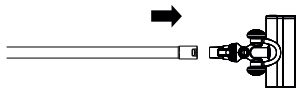

Рис. 3
- Вставьте трубку-удлиннитель в отверстие турбощеточки. Если Вы услышали щелчок, турбощеточка установлена корректно (рис. 3).